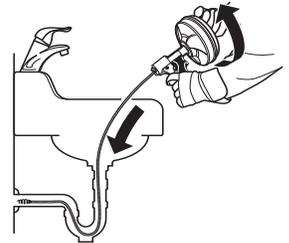

Figura 6
2. Gire el tambor hacia la derecha para hacer avanzar el cable, y hacia la izquierda para retraerlo. Haga avanzar el cable hasta que tope con el obstáculo o atasco. (Figura 6).